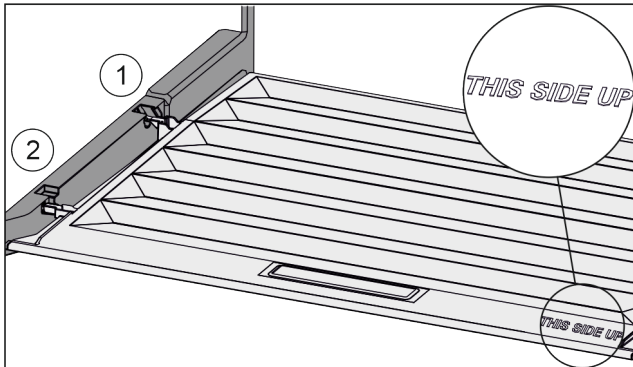

Fig. 86
- ▶ Deckelstege über Öffnung der hinteren Halterung *Fig. 86 (1)* einführen und vorne in Halterung *Fig. 86 (2)* einrasten.